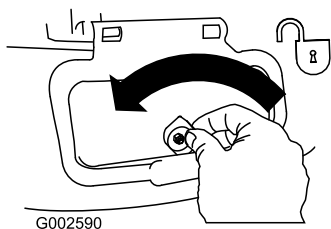

Figure 35
1. Unlock the side-discharge door (Figure 35).